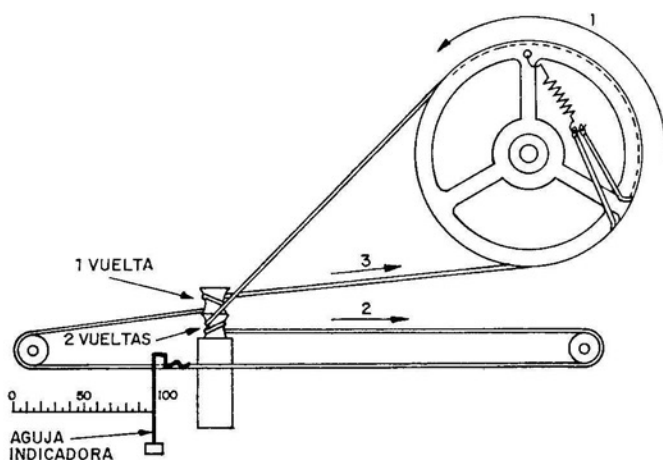

Fig. T6-4
7.a Finalmente, la cuerda penetra por el canal de la rueda y por su garganta, anudándose su extremo libre al del muelle en que se había anudado el principio de la cuerda, de manera que el muelle y la cuerda queden tensos y no patine la cuerda al girar el eje (ver la figura T6-4).
9.a Entrelazar la aguja que indicará la sintonía del receptor en la cuerda, de forma que quede hacia el número 100 de los que hay grabados en el dial, o sea, a la derecha del mismo (ver la figura T6-4).